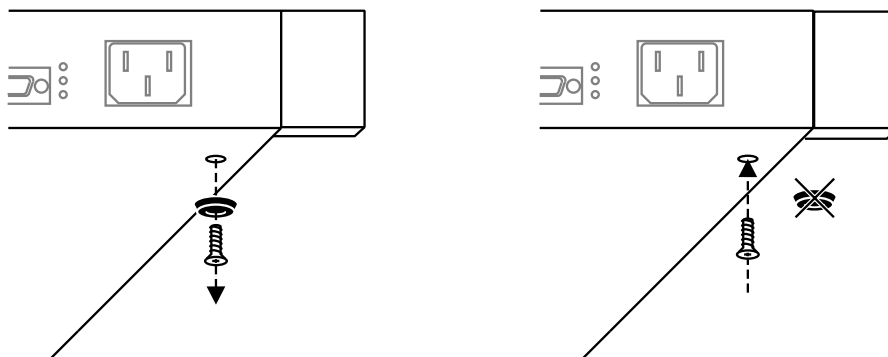

図 3.5 ハブ本体からのゴム足の取り外し
2. モジュールからゴム足を取り外します（図3.5を参照）。